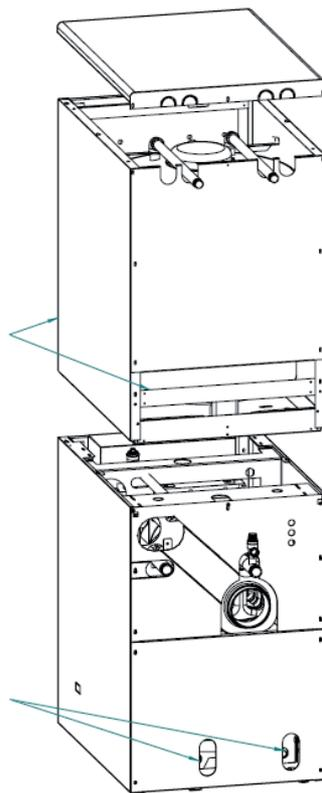

Fig.1
3. Placer le ballon sur la chaudière (une personne soulève le ballon par devant et une deuxième par l'arrière à l'aide des deux barres de manutention) (voir fig.1)